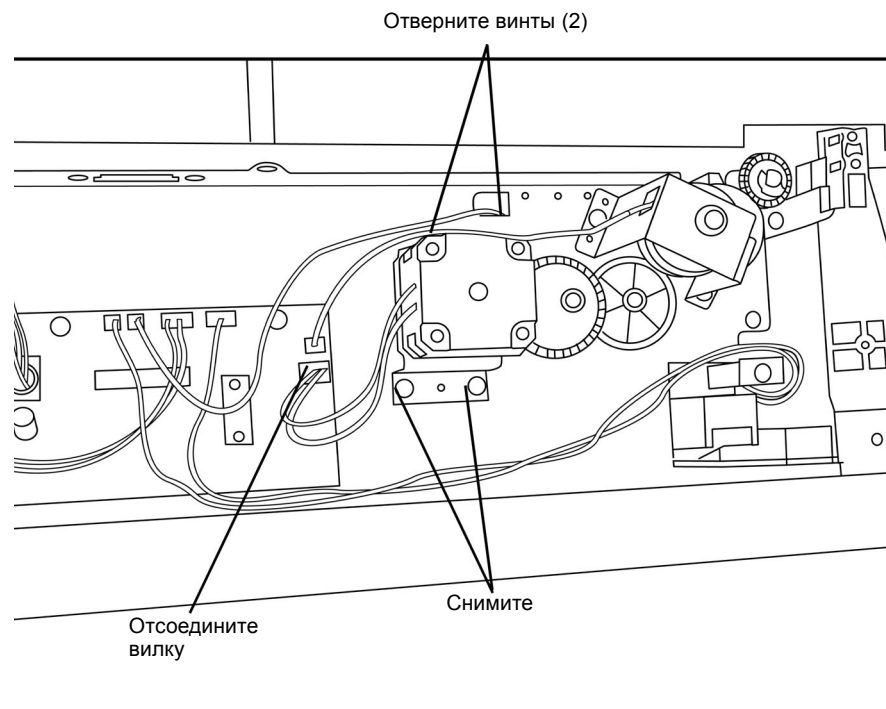

Рисунок 1 Отсоедините узел подачи
4. Отсоедините узел подачи (Рисунок 1).
- б. Отверните винты (2).